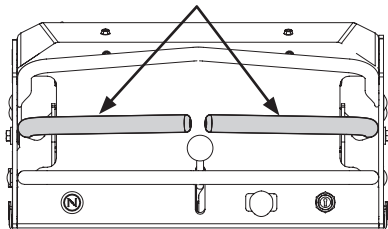

Fig. 9
1. Assurez-vous que les leviers de commande de conduite droite et gauche sont en position neutre et que le frein de stationnement est désengagé (Fig. 9).